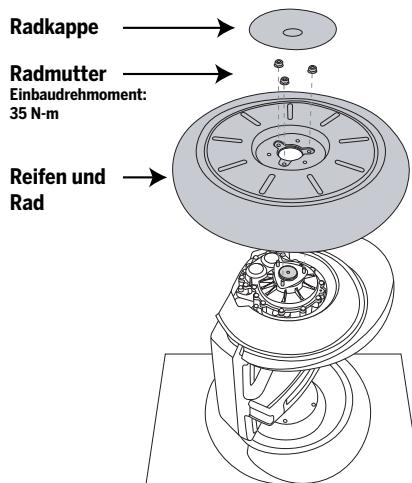

Abbildung 1. Reifen- und Radbaugruppe aus- oder einbauen
2. Entfernen Sie einen Reifen und ein Schutzblech, indem Sie den Segway PT auf die Seite kippen. Das Rad, das entfernt werden soll, muss nach oben weisen. Das andere Rad muss auf einer sauberen, glatten Oberfläche ruhen. Siehe Abbildung 1.
11. Drehen Sie die (4) Schrauben durch das Schutzblech in das Getriebegehäuse. Ziehen Sie die Schrauben mit einem sechsackigen T20-Drehmomentschlüssel auf 1,6 N·m an.
12. Halten Sie die Reifen-/Radbaugruppe über die 3 Gewindestifte, um das Rad wieder anzubringen. Siehe Abbildung 1.
13. Halten Sie das Rad gut fest, damit es sich nicht drehen kann, und drehen Sie die (3) Radmuttern auf. Ziehen Sie die Muttern mit einem 13-mm-Steckschlüssel auf 35 N·m an.